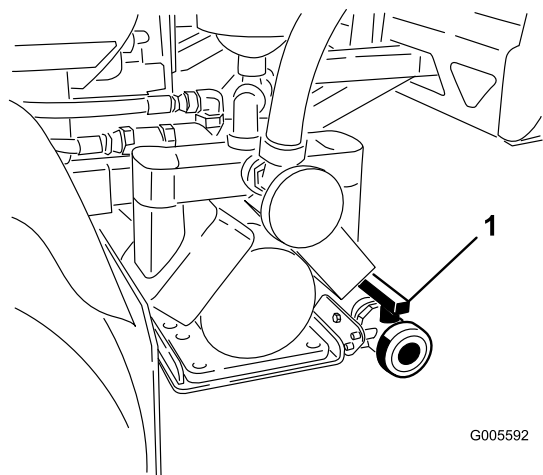

図 20
2. タンクのドレン・バルブは車両の後部にある（図 20）。バルブは車両の後部近くにあり、ブラケットについている。